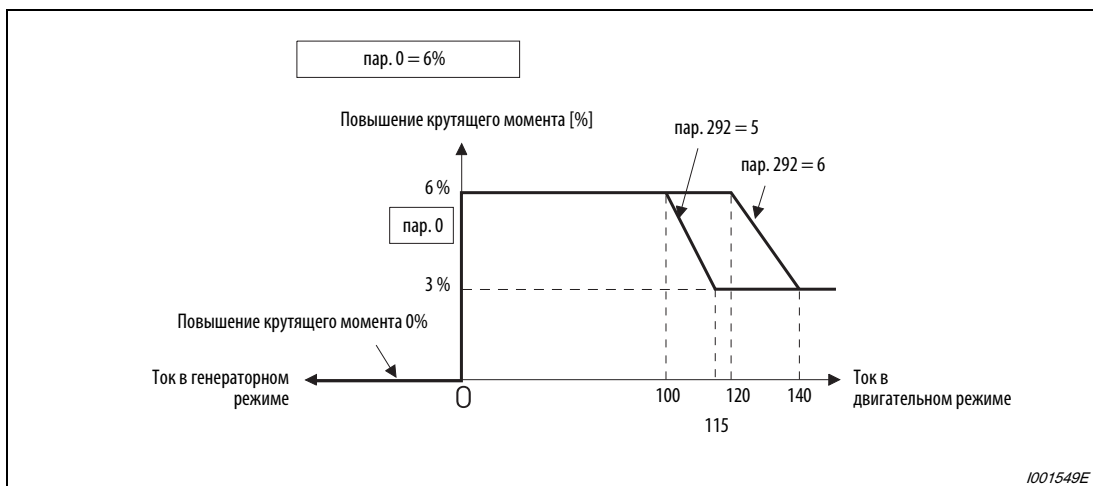

Рис. 6-63: Повышение крутящего момента в зависимости от выходного тока
- В двигательном режиме вырабатывается достаточно большой крутящий момент. В генераторном режиме и при работе без нагрузки повышение крутящего момента автоматически изменяется (см. рис. 6-63) так, чтобы не происходило отключение из-за перегрузки по току по причине слишком большого возбуждения.